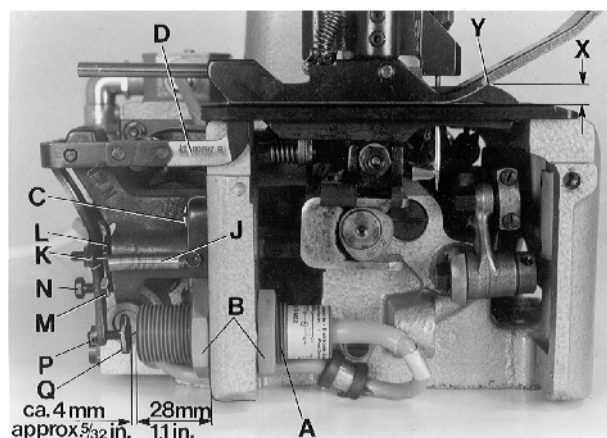
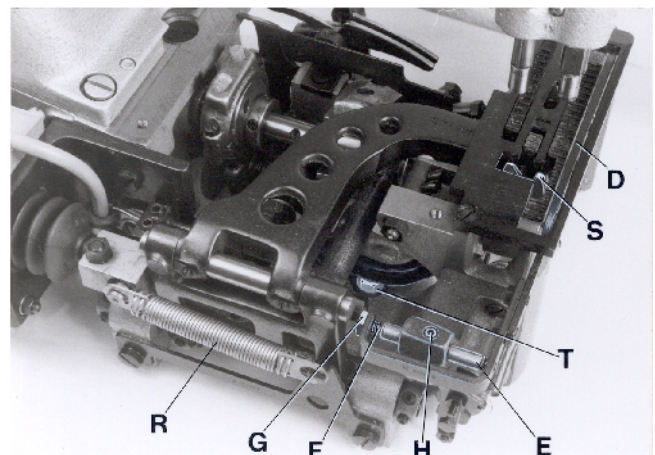

Fig. 14
Fig. 15
Remove cloth plate and left end cover. Mount the electronic proximity switch (A, Fig. 14) to the dimension of 28 mm (1.1"), as shown in Fig. 14.
The feeler (D, Figs. 14 and 15) is adjusted initially with the two fastening screws (C, Fig. 14) for the feeler support bracket.
The feeler (D, Figs. 14 and 15) should not have any lateral play but should turn readily. For this, adjust the centering shaft (E, Fig. 15) with centering screw (F) and lock nut (G) accordingly.
Loosen screw (H, Fig. 15) and center the feeler (D) in the throat plate and presser foot slot, by moving the centering shaft (E) laterally. The feeler must turn readily. Retighten screw (H).
Hang in tension spring (J, Fig. 14).
The feeler should be set as high as possible. The dimension (X, Fig. 14) between upper throat plate surface and upper edge of feeler at the bag entrance zone, should not be less than 7 mm (.275") on styles 80800R, RL, S and SL, and not less than 7.5 mm (.295") on styles 80800TL, TAL, U, UA, UL and UAL.
For adjustment loosen nut (K, Fig. 14) and turn-off screw (L), so that the head of screw does not contact the magnet in the feeler support bracket. Loosen nut (M) and turn the feeler stop screw (N) in or out, as required, to adjust the correct feeler height.
**NOTE:** When the presser foot rests on the throat plate (feed dog below throat plate), the distance between upper edge of feeler and lower edge of the feeler slot cut-out in the presser foot (see Y, Fig. 14) should be approx. 1 mm (.040") on styles 80800R, RL, S and SL, and approx. 2 mm (.080") on styles 80800TL, TAL, U, UA, UL and UAL.
Secure the set feeler height with lock nut (M, Fig. 14).
Entfernen Sie die Stoffplatte und das linke Abschlußblech. Montieren Sie den elektronischen Annäherungsschalter (A, Fig. 14), wie in Fig. 14 gezeigt, auf das Maß 28 mm.
Mit den beiden Befestigungsschrauben (C, Fig. 14) für den Taster-Lagerbock wird der Taster (D, Fig. 15 und 15) vorläufig ausgerichtet.
Der Taster (D, Fig. 15 und 15) darf kein seitliches Spiel haben, muß sich aber ganz leicht drehen. Stellen Sie dazu die Zentrierachse (E, Fig. 15) mit dem Zentrierstift (F) und die Zentrierachse (E, Fig. 15) mit dem Zentrierstift (F) und der Kontermutter (G) entsprechend ein.
Lösen Sie die Schraube (H, Fig. 15) und vermitteln Sie den Taster (D) durch seitliches verschieben der Zentrierachse (E) im Stichplatten- und Drückerfußschlitz. Der Taster muß sich frei bewegen können. Ziehen Sie die Schraube (H) wieder an.
Hängen Sie die Zugfeder (J, Fig. 14) ein. Der Taster soll so hoch wie möglich eingestellt sein. Das Maß (X, Fig. 14) zwischen Stichplattenoberfläche und Tasteroberkante in der Sackeinlaufzone darf bei den Maschinen 80800R, RL, S und SL nicht kleiner als 7 mm und bei den Maschinen 80800TL, TAL, U, UA, UL und UAL nicht kleiner als 7,5 mm sein.
Zur Einstellung lösen Sie die Mutter (K, Fig. 14) und drehen die Schraube (L) soweit zurück, daß der Schraubenkopf den Magneten im Taster-Lagerbock nicht berühren kann. Lösen Sie die Mutter (M) und drehen Sie die Taster-Anschlagschraube (N) entsprechend ein oder aus bis die richtige Tasterhöhe erreicht ist.
**BEACHTEN SIE:** Wenn der Drückerfuß auf der Stichplatte aufliegt (Transporteur unter der Stichplatte), soll zwischen Oberkante Taster und Unterkante Tasteraussparung im Drückerfuß (siehe Y, Fig. 14) bei den Maschinen 80800R, RL, S und SL ein Abstand von etwa 1 mm und bei den Maschinen 80800 TL, TAL, U, UA und UAL ein Abstand von etwa 2 mm sein. Sichern Sie die eingestellte Tasterhöhe durch Kontern der Mutter (M, Fig. 14).
The switching pressure on the feeler is set with screw (K, Fig. 14).
**NOTE:** The closer the head of screw (K, Fig. 14) to the magnet the higher the switching pressure on the feeler. Secure the position of screw (K) with lock nut (L).
The electrical switching point of the proximity switch (A, Fig. 14) is determined by screw (Q, Fig. 14). The distance between screw head and the face of the proximity switch is approx. 4 mm (5/32") (see Fig. 14), when the feeler is in home position. This distance of 4 mm (5/32") is not exactly the same for all switches. Connect the machine electrically. With feeler in home position set the proper switching point as follows:
Loosen nut (P, Fig. 14). Turn screw (Q) away from switch, until the switch switches on. Then turn screw (Q) slowly towards the switch, until the switch switches off. Now turn screw (Q) a further 1/2 turn towards the switch. Secure this position of screw (Q) with lock nut (P).
When the solenoid on styles 80800R and S or the air cylinder on styles 80800RL and SL for the chain cutter (S, Fig. 15) is not activated and the chain cutter is in its home position below the throat plate, the knife tips of the chain cutter (S) should be positioned 0.5 mm (.020") below the throat plate top surface.
To obtain this setting, adjust the knife lever stop screw with lock nut (T, Fig. 15) in the bottom of the bed casting accordingly. The slotted thread end of screw (T) is accessible from the bottom of the bed casting for adjustment.
In cutting position, above the throat plate, the cutting edges of the chain cutter (S, Fig. 15) should overlap by 0.3 mm (.012") to assure a proper thread chain cutting.
On styles 80800R and S with solenoid operated chain cutter the core of solenoid (C, Fig. 16) must rest firmly on the solenoid (D) while adjusting the overlapping of the knife cutting edges of the chain cutter. Unhook pull-back spring (R, Fig. 15) and press the solenoid rod against the solenoid until the core of solenoid (C, Fig. 16) butts on the solenoid (D). Loosen nut (A, Fig. 16) and move clamp (B) on the solenoid rod to the left or right, until the cutting edges overlap approx. 0.3 mm (.012"). Retighten nut (A) and replace pull-back spring (R, Fig. 15).
Der Schalldruck am Taster wird mit der Schraube (K, Fig. 14) eingestellt.
**BEACHTEN SIE:** Je näher der Schraubenkopf der Schraube (K, Fig. 14) am Magneten ist, umso höher ist der Schalldruck am Taster, Sichern Sie die Stellung der Schraube (K) durch Kontern der Mutter (L).
Mit der Schraube (Q, Fig. 14) wird der elektrische Schaltpunkt des Annäherungsschalters (A, Fig. 14) bestimmt. Der Abstand zwischen Schraubenkopf und Stirnfläche des Annäherungsschalters beträgt in Ruhestellung des Tasters etwa 4 mm (siehe Fig. 14). Dieser Abstand von 4 mm ist nicht bei allen Schaltern genau gleich. Schließen Sie die Maschine elektrisch an. Der genaue Schaltpunkt wird in Ruhestellung des Tasters wie folgt eingestellt: Lösen Sie die Mutter (P, Fig. 14). Drehen Sie die Schraube (Q) vom Schalter weg bis der Schalter einschaltet. Dann drehen Sie die Schraube (Q) langsam zum Schalter hin, bis der Schalter ausschaltet. Drehen Sie dann die Schraube (Q) noch 1/2 Umdrehung weiter zum Schalter hin. Sichern Sie die Stellung der Schraube (Q) durch Kontern der Mutter (P).
Wenn der Elektromagnet bei den Maschinen 80800R und S, oder der Luftzylinder bei den Maschinen 80800RL und SL für die Kettenschere (S, Fig. 15) nicht aktiviert ist und die Kettenschere in ihre Ausgangslage unter der Stichplatte ist, sollen die obersten Messerkanten der Kettenschere (S) etwa 0,5 mm unter der Stichplattenoberfläche stehen.
Stellen Sie dazu die Messerhebel-Anschlagschraube mit Kontermutter (T, Fig. 15) unten im Gehäuseguß entsprechend ein. Das geschlitzte Gewindeende der Schraube (T) ist zur Einstellung von der Unterseite des Gehäuse aus zugänglich.
In Schneidstellung über der Stichplatte sollen sich die Messerschneiden der Kettenschere (S, Fig. 15) etwa 0,3 mm überlappen, damit die Fadenkette einwandfrei abgeschnitten wird.